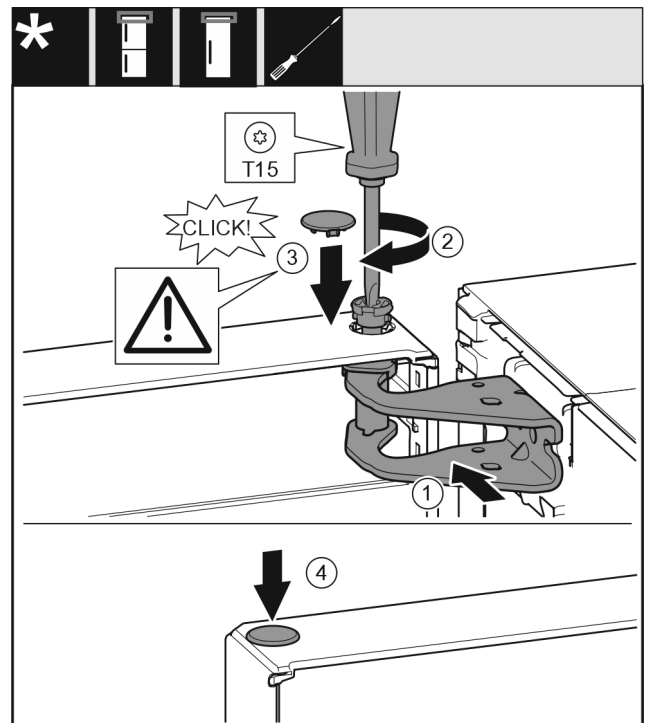

Fig. 15
- ▶ Niveloni derën lart në bazamentin mbështetës për hapjen e saj. Fig. 15 (1)
- ▶ Futni bulonat dhe mbërthejini me një kaçavidë T15. Fig. 15 (2)
- ▶ Montoni kapakun mbulues të siguresës për sigurimin e derës: Futni kapakun mbulues të siguresës dhe kontrolloni nëse ai puthitet mbi derë. Nëse jo, futeni bulonin plotësisht. *Fig. 15 (3)*
- ▶ Vendosni tapat në vend. *Fig. 15 (4)*